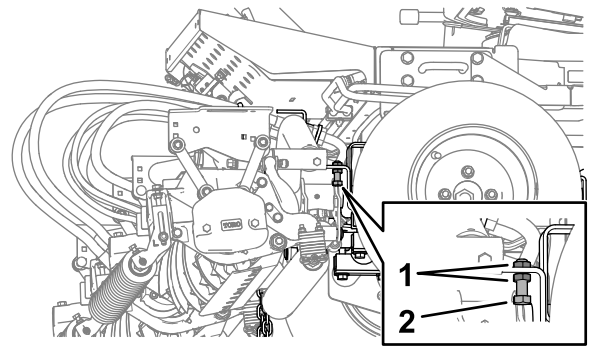

Bild 28
- Lösen Sie auf jeder Seite der Maschine die Kontermuttern und entfernen Sie die Anschlagsschrauben des Hubarms (Bild 28).